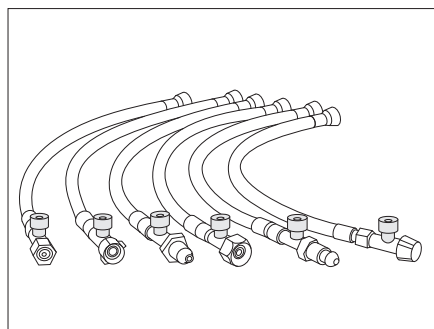

Fig. 163 Tuyaux flexibles haute pression avec sécurité de rupture de flexible (variantes spécifiques de pays)
- Appuyer fermement sur le bouton vert du tuyau flexible haute pression (Fig. 163).